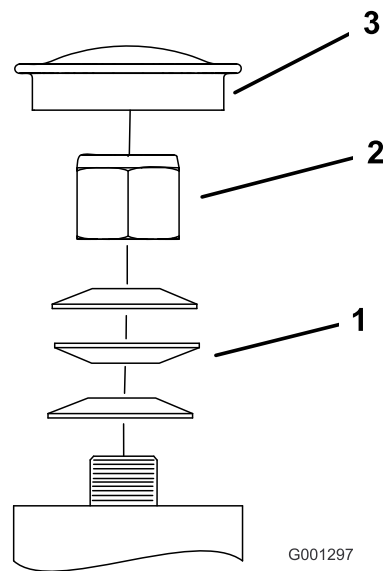

Figure 52
3. Retirez le capuchon antipoussière de la roue pivotante et serrez le contre-écrou (Figure 52).
4. Continuez de le serrer jusqu'à ce que les rondelles élastiques soient aplaties, puis desserrez-le de 1/4 de tour pour obtenir la précharge correcte des roulements (Figure 52).
Important: Veillez à placer les rondelles comme illustré (Figure 52).
5. Remettez le capuchon antipoussière en place (Figure 52).